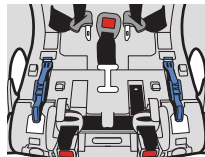

Figure 22a
**Orientation vers l'arrière** : Ajustez la sangle d'entrejambe à sa fente interne, comme sur la **Figure 22a**.